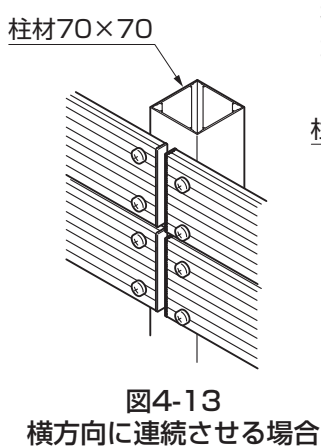

図4-13
- 横方向へ連結させる場合は、図4-13を参照してください。